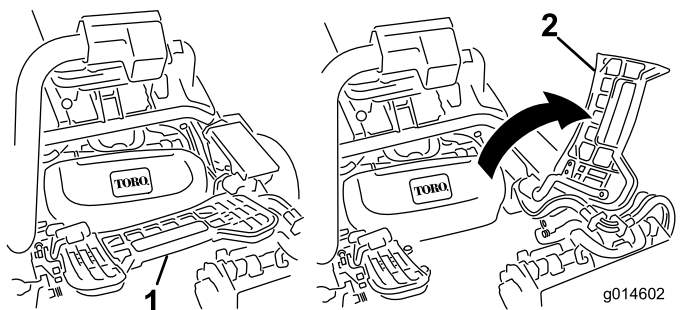

Figura 44
1. Levante o apoio de pé e incline-o para aberto, permitindo o acesso à posição da unidade de corte central (Figura 44).